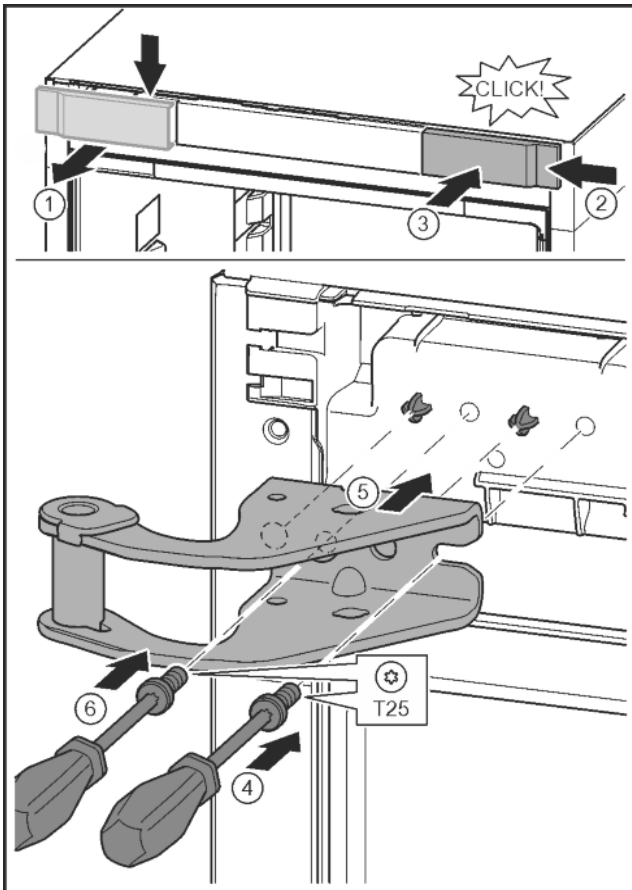

Fig. 10
- ▶ Abdeckung mit Hilfe eines Schraubendrehers lösen und seitlich abnehmen. Fig. 10 (1)
- ▶ Abdeckung um 180° gedreht auf der anderen Seite von rechts einhängen. Fig. 10 (2)
- ▶ Abdeckung einrasten. Fig. 10 (3)
- ▶ Schraube mit Schraubendreher T25 ansetzen. Fig. 10 (4)
- ▶ Oberen Lagerbock ansetzen. Fig. 10 (5)
- ▶ Schraube festdrehen. Fig. 10 (4)
- ▶ Schraube mit Schraubendreher T25 einsetzen und festdrehen. Fig. 10 (6)